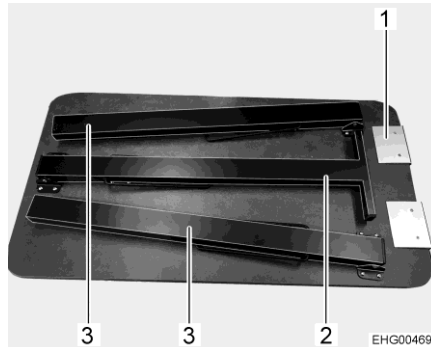

Bild 12 Tisch (Tischbeine eingeklappt)
- Tisch mit der kurzen Seite (Bild 12,1) in Schiene im Küchenbereich einhängen.
- Mittleres Tischbein (Bild 12,2) ausklappen.
- Alle 3 Tischbeine (Bild 12,2 und Bild 12,3) ausklappen.